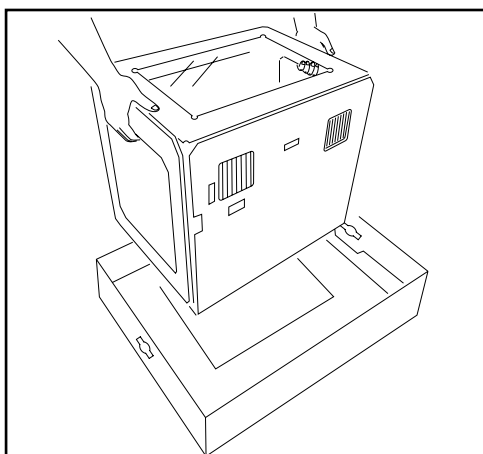

Figure 2.5 Extraction de l'imprimante 3D
- 3 Après avoir retiré le sac de protection qui enveloppe l'imprimante, tenez-la fermement par les côtés et posez-la sur une table (fig. 2.5).